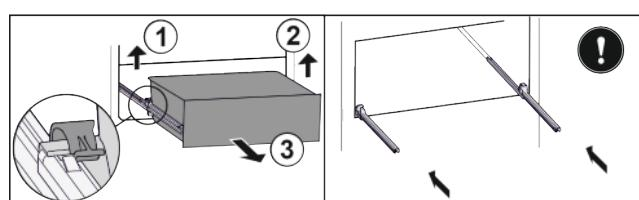

Fig. 37*
- Отсоедините выдвижной ящик слева Fig. 37 (1).*
- Отсоедините справа Fig. 37 (2).*
- Извлеките движением вперед Fig. 37 (3).*